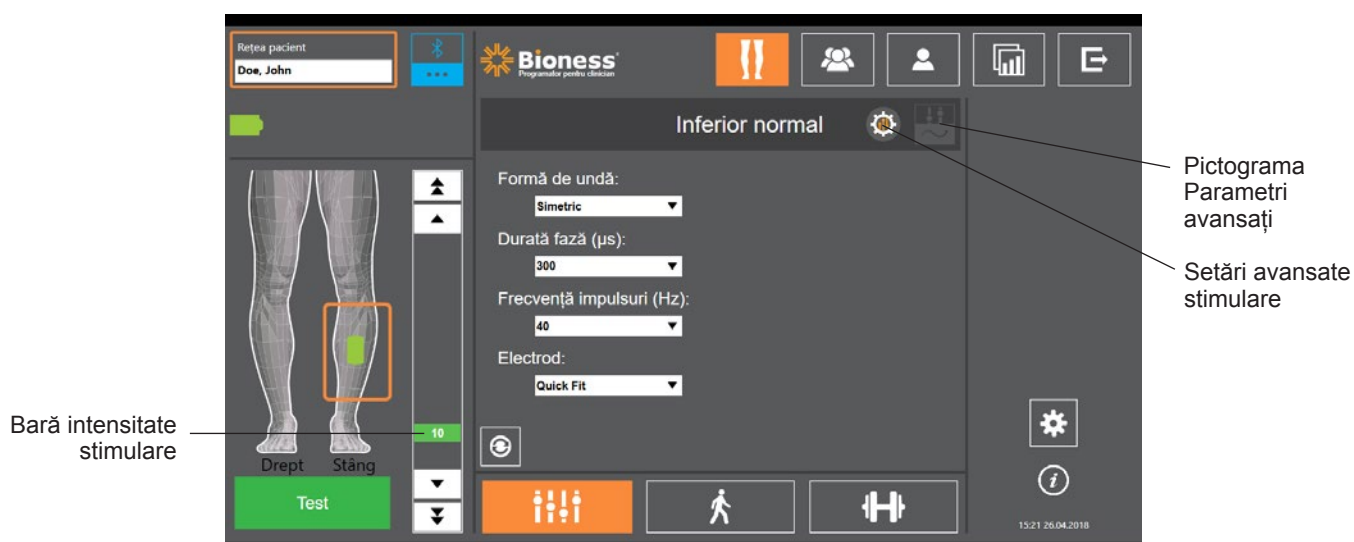
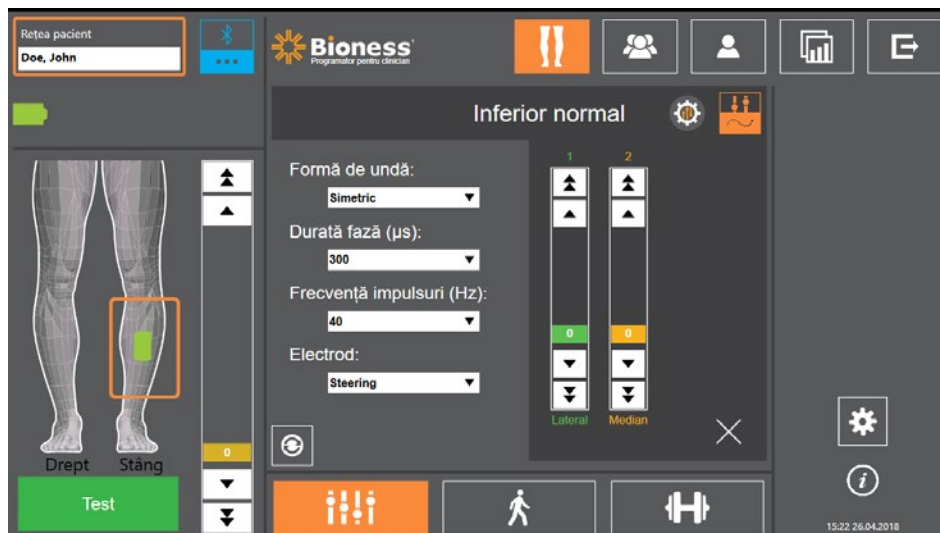

Figura 9-3: Programarea stimulării, ecranul Parametri
Figura 9-5: Programarea stimulării, ecranul Parametri cu fereastra Parametri avansați stimulare
3. Ecranul va arăta dispozitivele GIE legate ca pictograme de culoare verde pe diagrama din partea stângă a ecranului Parametri. Consultați Figura 9-3.
6. Pentru pacienții noi, asigurați-vă că bara de intensitate a stimulării este setată la 0. Consultați Figura 9-3.
- În ecranul Parametri, apăsați pe pictograma Setări avansate stimulare pentru a se deschide fereastra Setări avansate stimulare. Consultați Figura 9-3 și Figura 9-4.
Dacă pacientul utilizează electrodul direcțional, asigurați-vă că meniul vertical Electrode (Electrod) este setat la Steering Electrode (Electrod direcțional) pentru a se activa pictograma Parametri avansați. Apăsați pe pictograma Parametri avansați pentru a se deschide fereastra Parametri avansați. Consultați Figura 9-3. Medicul clinician poate ajusta intensitatea stimulării mediane și laterale pentru dispozitivul GIE pentru gambă. Consultați Figura 9-5.